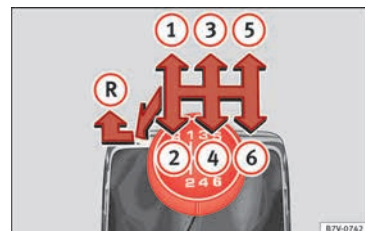

Fig. 48 Esquema de un cambio manual de 6 marchas.
En la palanca de cambios se indican las posiciones de las marchas » **fig. 48**.
- Con la palanca de cambios en punto muerto, presiónela hacia abajo, muévala a la izquierda hasta el final y después hacia delante para seleccionar la marcha atrás » **fig. 48** **R**.